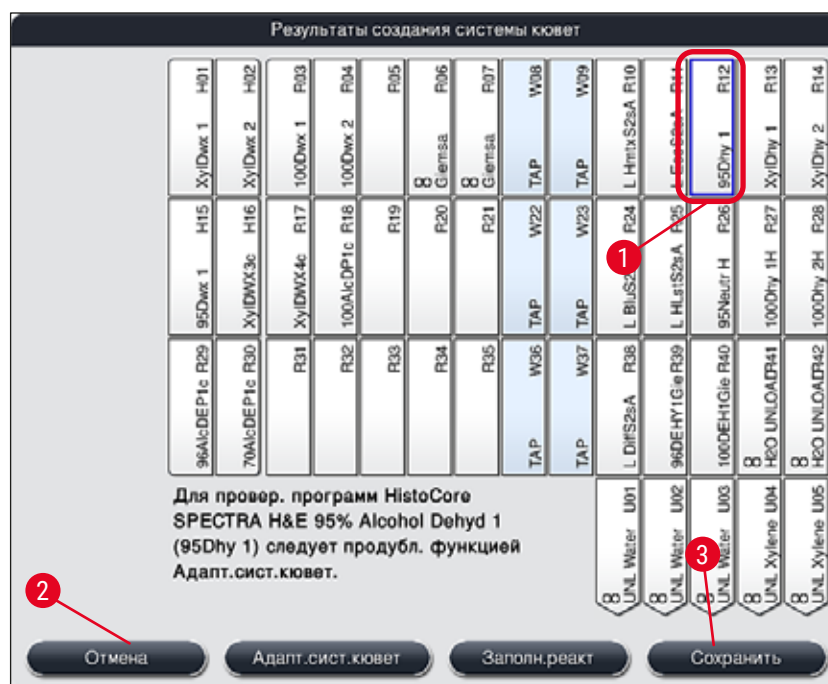

Рис. 53
- После того, как программное обеспечение рассчитает параметры системы кювет с использованием программ с назначенными приоритетами, на экране появится обзор результатов (→ "Рис. 53") для пользователя.
- Если ни одна из программ Leica не интегрирована в систему кювет, изображение (→ "Рис. 53") будет отличаться от представленного (не показано на рисунках). В этом случае реактивы можно заливать в соответствии с описанием в (→ с. 89 – Заполнение реактивами).